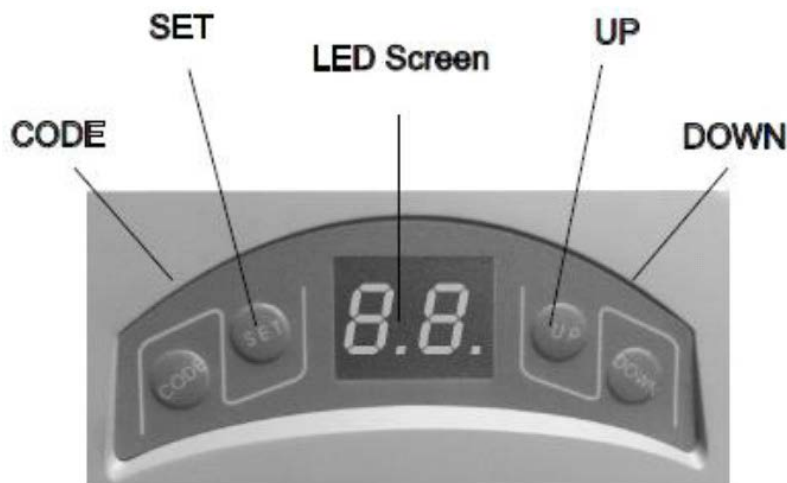

Рис. 5. Панель управления
- Сразу после включения вилки в розетку кратковременно загорится лампа освещения (подсветка), а индикатор на панели управления приводом (Рис. 5) отобразит цифры от «99» до «11», после чего привод перейдет в режим ожидания (на индикаторе высветятся символы «--»). Если вышеописанной индикации нет, отключите привод из розетки и внимательно проверьте все подключения (сверьтесь с разделом «Неисправности и рекомендации по их устранению»).
- Если к приводу подключены фотоэлементы, необходимо проверить приемник (RX). Если индикатор приемника не светиться или моргает, это означает, что сигнала нет или сигнал прерывается из-за неточной регулировки фотоэлементов. Функция использования фотоэлементов должна быть предварительно активирована (см. раздел «Настройки»).
Настройка привода осуществляется при помощи панели управления (Рис. 5), на которой расположены четыре кнопки и индикатор (сдвоенный 7-сегментный индикатор).